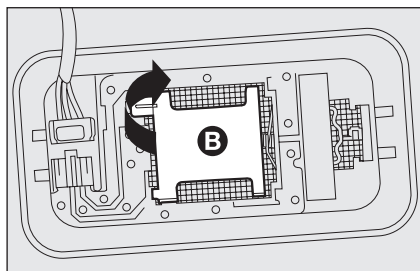

fig. 33
- ouvrir le capuchon **B**-fig. 33 comme indiqué;